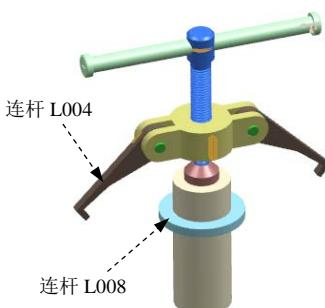

图 10.6.14 定义 3D 接触 1
(1) 选择下拉菜单**插入(S)** → **连接器(N)** → **3D 接触...**命令，系统弹出“3D 接触”对话框。
(2) 定义接触连杆。单击“3D 接触”对话框中的**操作**区域下**\*选择体①**按钮，然后选取图 10.6.14 所示的连杆 L004；单击“3D 接触”对话框中的**基本**区域下**\*选择体②**按钮，然后选取图 10.6.14 所示的连杆 L008。
(3) 定义接触类型。在“3D 接触”对话框**参数**区域下**类型**的下拉列表中选取类型为**实体**，其余参数接受系统默认。
(4) 单击**应用**按钮，完成 3D 接触 1 的定义。